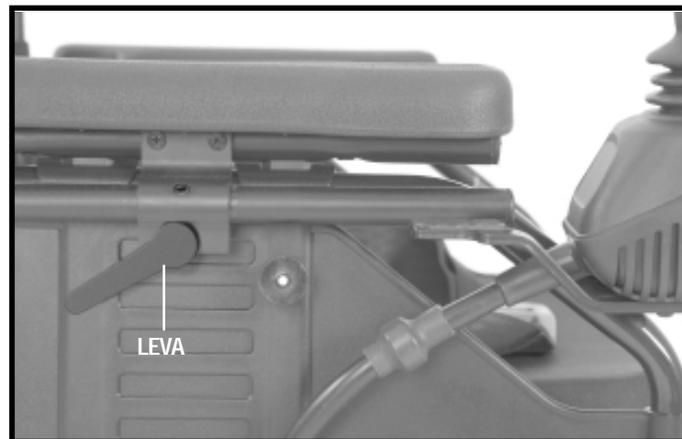

Figura 26. Distanza della centralina di controllo
1. Allentare la manopola a leva. Si veda figura 26.